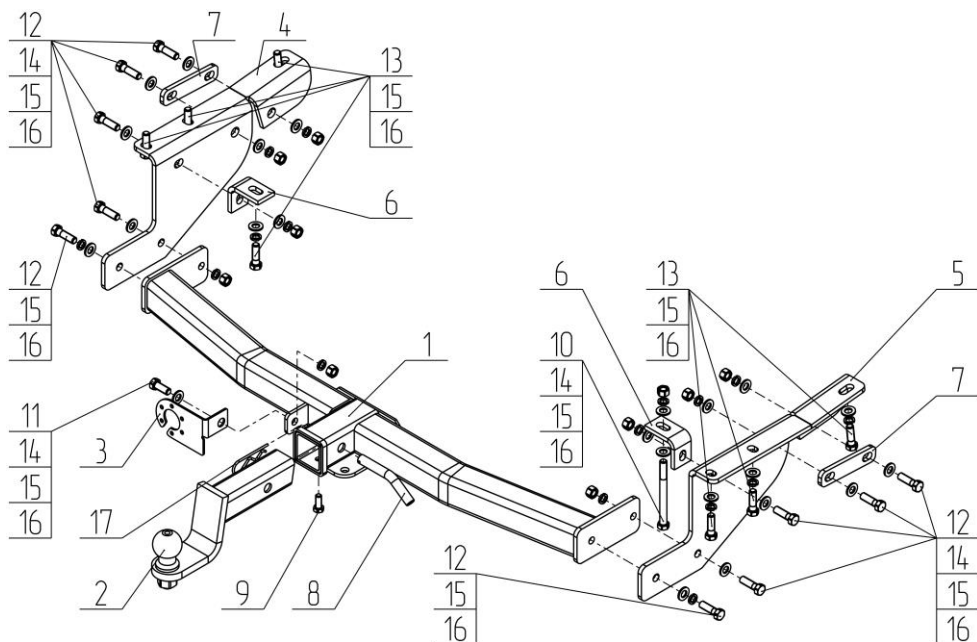

Рис.1.
- Установить боковые кронштейны (поз. 4, 5) с помощью крепежных элементов, показанных на Рис. 1. Крепеж не затягивать;